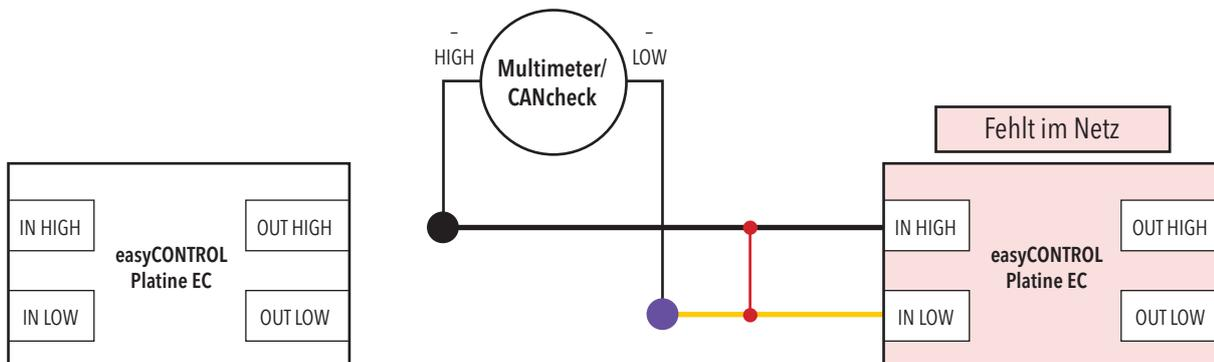

Abbildung 83. Messaufbau zur Detektion eines Kurzschlusses zwischen IN HIGH und IN LOW
2. Klemmen Sie die Leitungen des betroffenen Teilnehmers ab und schließen Sie das Multimeter oder den CANcheck an. *Siehe Abbildung 83.*